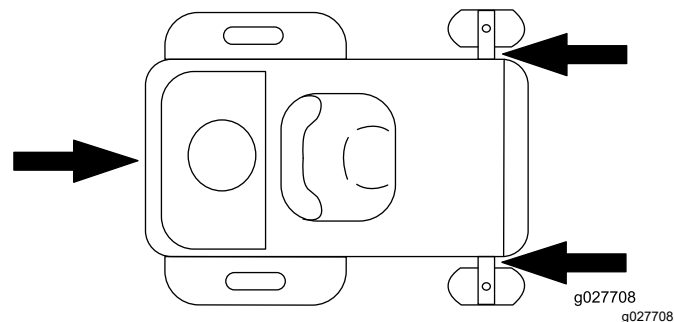

Figura 41
6. Ancorate la macchina in prossimità delle ruote orientabili anteriori e del telaio posteriore con cinghie, catene, cavi o corde (Figura 41). Fate riferimento ai regolamenti locali per i requisiti di ancoraggio.